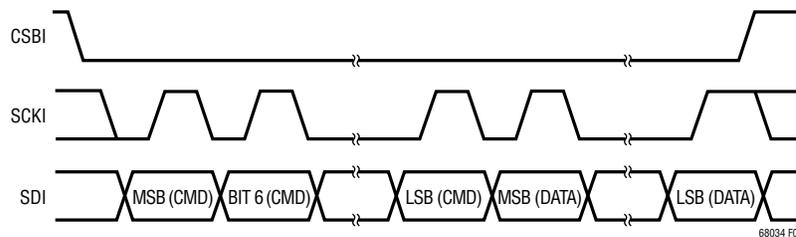
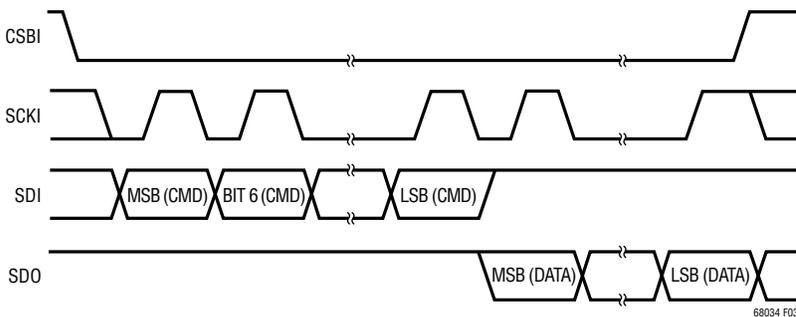

図2. 転送フォーマット(書き込み)
図3. 転送フォーマット(読み出し)
LTC6803はセルの電圧をバランスさせる回路も備えています。内蔵MOSFETを使ってセルを放電させることができます。これらの内部MOSFETは外部のバランス回路を制御するのにも使うことができます。内部放電によるセル・バランス回路を図1に示します。図3は外部バランス回路を制御するSピンを示しています。LTC6803は内部MOSFETのオン/オフの決定は行わないことに注意することが重要です。これは完全にホストプロセッサによって制御されます。ホストプロセッサはLTC6803内部の構成設定レジスタに値を書き込んでスイッチを制御します。ホストプロセッサとの通信が中断したら、LTC6803のウォッチドッグ・タイマを使って放電スイッチをオフすることができます。
**データ転送:** 各バイトは8ビットで構成されます。バイトは最上位ビット(MSB)から先に送られます。書き込みでは、SDIのデータの値がSCKIの立ち上がりエッジでデバイスにラッチされます(図2を参照)。同様に、読み出しでは、SDOに出力されるデータの値はSCKIの立ち上がりエッジの間有効で、SCKIの立ち下がりエッジで遷移します(図3を参照)。